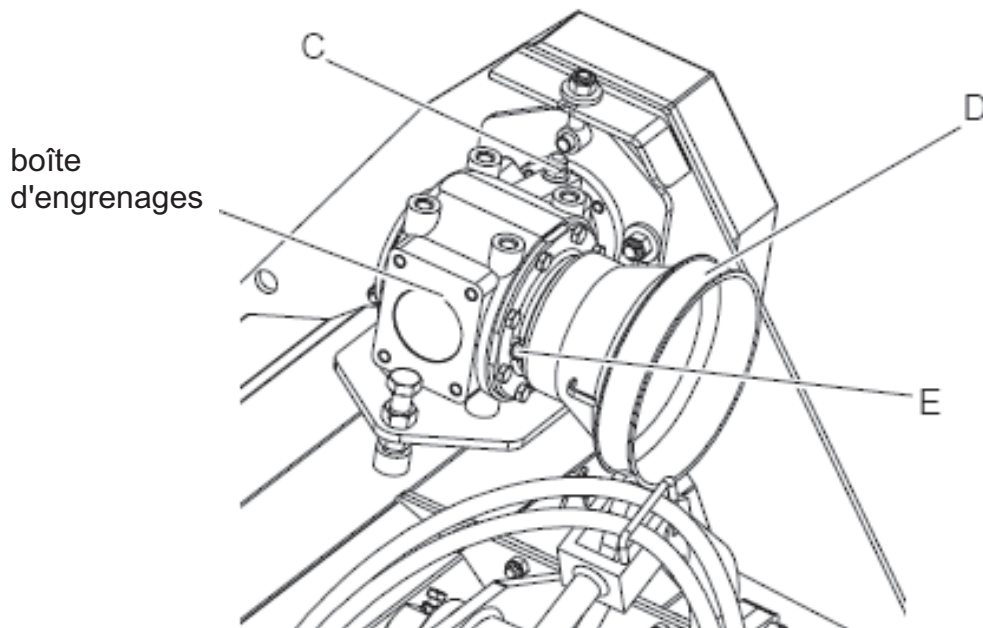

Fig. 4.7
- Dévisser le bouchon d'écoulement placé au-dessous de la boîte (fig. 4.7), si nécessaire, enlever momentanément la protection **D**;